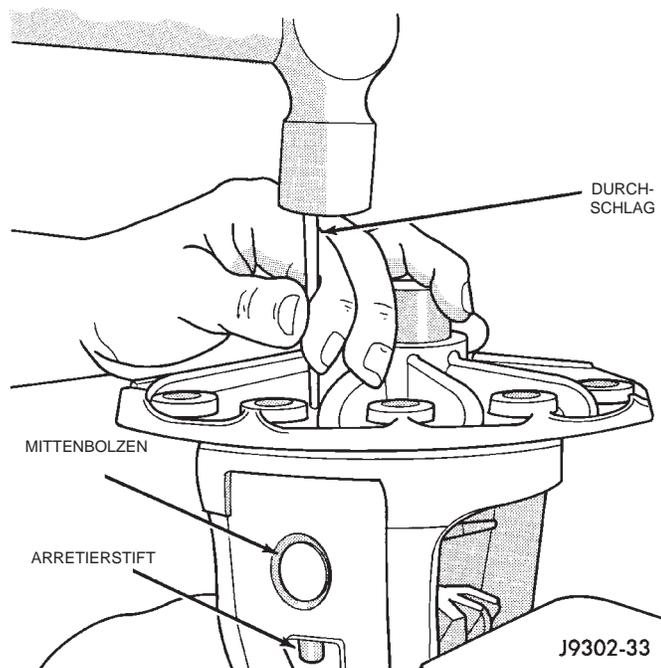

Abb. 51 Arretierstift des Mittenbolzens ausbauen
- (1) Tellerrad ausbauen.
- (2) Mit einem geeigneten Durchschlag den Zylinderstift austreiben, mit dem der Mittenbolzen im Ausgleichkorb gesichert ist (Abb. 51).
- (3) Den Mittenbolzen mit einem Durchschlag aus seinem Sitz schlagen.